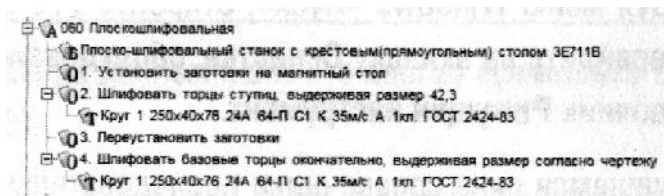

Рисунок 64
19. Добавьте в операцию 060 Плоскошлифовальная вспомогательные переходы, связанные с переустановкой деталей в процессе обработки, а также основные переходы и инструмент согласно образцу на рис. 64.